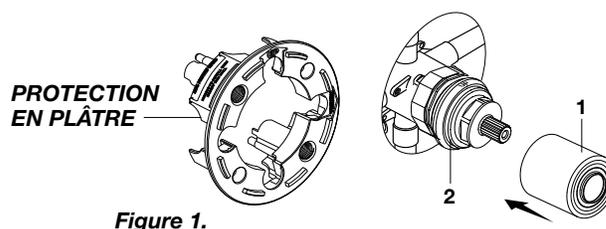

Figure 1.
- **Figure 1.** Retirez le protège-plâtre de la valve. Enfoncez le CAPUCHON (1) sur la CARTOUCHE (2) jusqu'à ce qu'il soit bien assis contre l'arrêt.